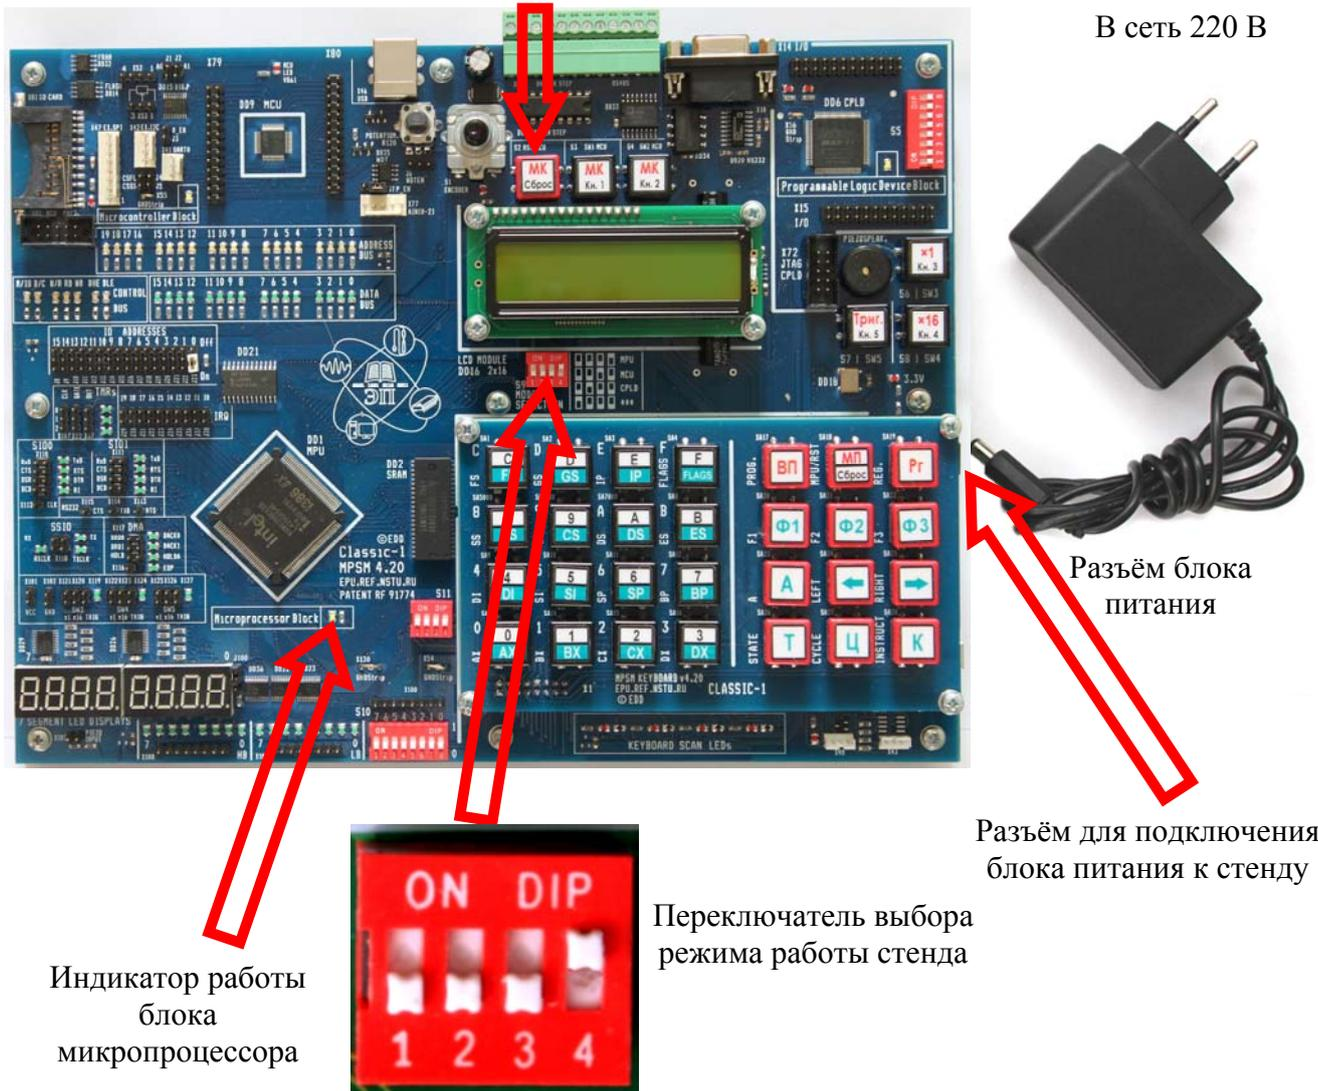

Рисунок 2.1 — Общий вид стенда
- 2 Подключить блок питания к лабораторному стенду через разъём питания (см. рисунок 2.1).